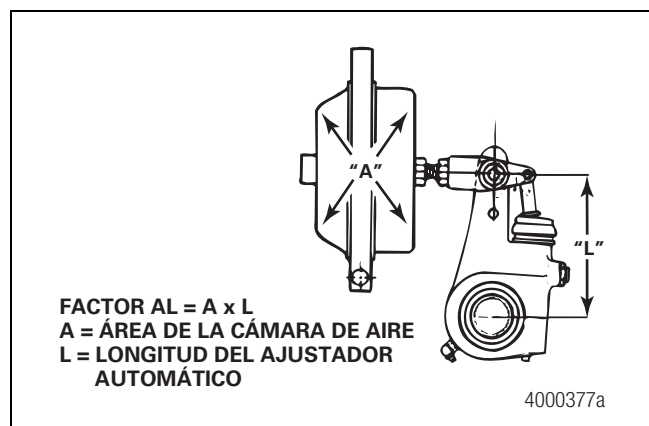

Figura 7.6
8. El área de la cámara de aire multiplicada por la longitud del ajustador automático de freno se conoce como factor AL. Este número debe ser igual para ambos extremos de un eje sencillo y para los cuatro extremos de un eje tándem. Figura 7.6.